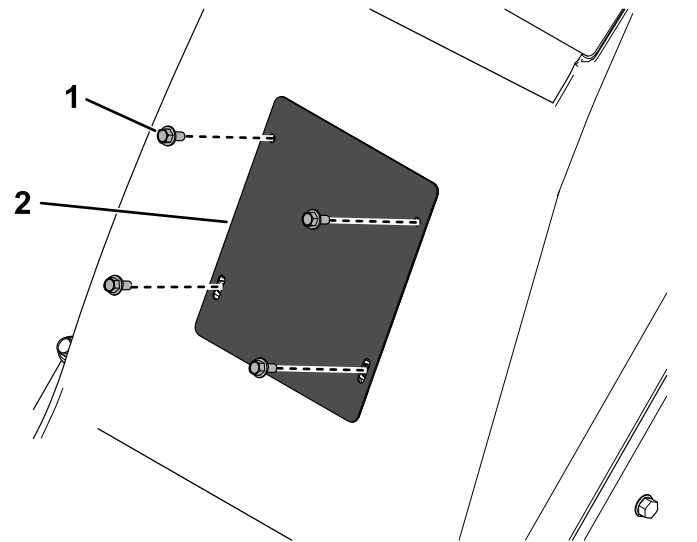

Figura 28
3. Retire los cuatro pernos que sujetan la cubierta delantera y retire la cubierta (Figura 28).